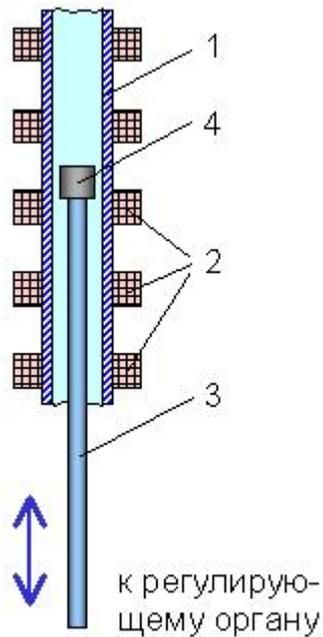

Рис.2. 1 – труба; 2 – катушки индуктивности; 3 – шток; 4 – магнитный шунт
– Теперь представь трубу (рис.2); снаружи на ней расположены катушки индуктивности, а внутри на конце штока размещен магнитный шунт. Что будет, если мы начнем перемещать шток вверх-вниз?